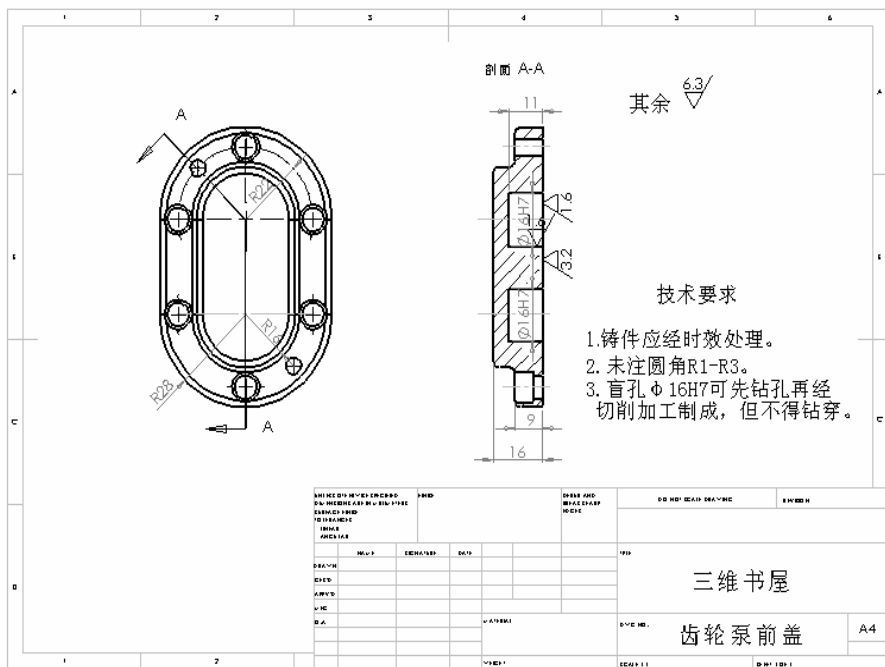

图 15-44 选择尺寸线
❹ 单击注解工具栏上的注释按钮 ，或选择“插入”→“注解”→“注释”命令。为工程图添加注释部分如图 15-44 所示。此工程图即完成。